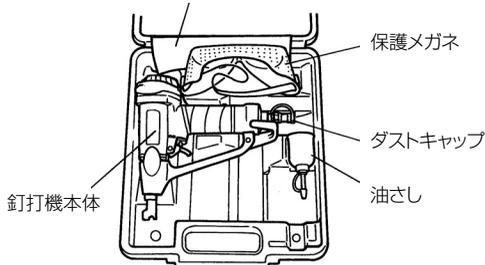

図 17
- 作業後は内部にごみやほこりが入らないよう、ダストキャップをエアプラグにさし込み、ケースに入れて保管してください。ケースには図 17 のように入れてください。